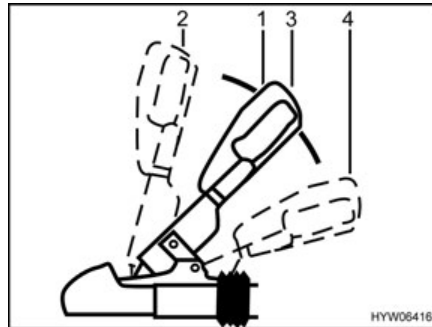

Fig. 1 Acoplamiento de seguridad WS 3000 D
- Desplazar la palanca de acoplamiento (Fig. 1,1) hacia arriba a la posición "abierto" (Fig. 1,2). El acoplamiento de seguridad está abierto.
- Colocar el acoplamiento de seguridad abierto en la bola del remolque del vehículo tractor y soltar la palanca de acoplamiento. El tirador se vuelve a deslizar automáticamente hasta su posición inicial (Fig. 1,3).
- Activar el dispositivo de estabilización. Tirar de la palanca de acoplamiento hacia abajo desde la posición cerrado (Fig. 1,3) hasta el tope (Fig. 1,4).
Para desconectar el dispositivo de estabilización, p. ej. para maniobrar, tirar la palanca de acoplamiento (Fig. 1,1) lentamente hacia arriba hasta la posición cerrada (Fig. 1,3).